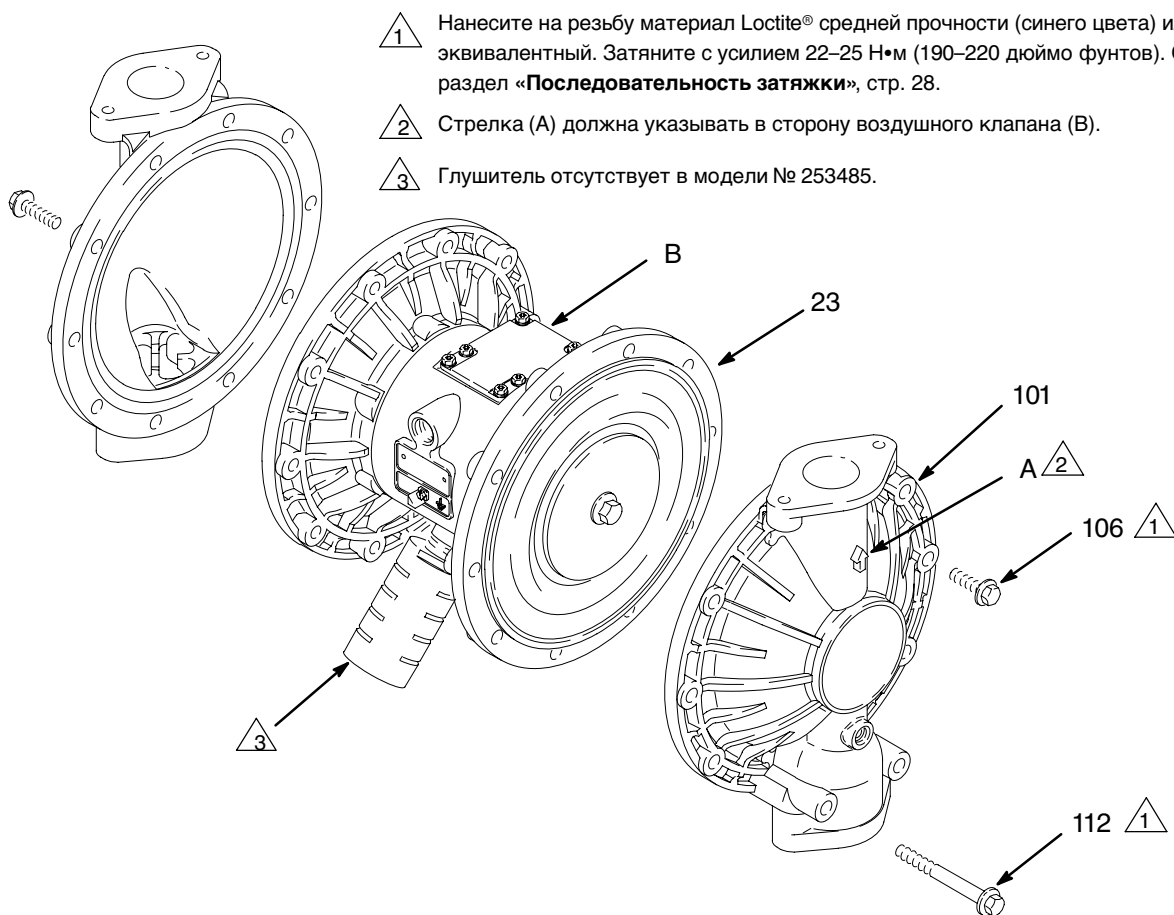

Рис. 11
3. С помощью торцевого ключа на 13 мм выкрутите винты (106 и 112), крепящие крышку секции жидкости (101) к крышкам воздушной секции (23). Снимите крышки (101) секции жидкости с насоса. См. рис. 11.
4. Ослабьте затяжку, но не выкручивайте полностью болты вала мембраны (107), используя для обоих болтов торцевой ключ на 15 мм (25,4 мм (1") для моделей из нержавеющей стали). **ПРИМЕЧАНИЕ.** Это действие не касается насосов с литыми мембранами.
3. Нанесите на вал (24) мембраны смазку (по всей длине и на оба конца вала). Вставьте вал в корпус (1).
5. Удерживая один болт вала (107) с помощью гаечного ключа, затяните другой болт с усилием 27–34 Н•м (20–25 футо-фунтов) при макс. 100 об/мин. **ПРИМЕЧАНИЕ.** Это действие не касается насосов с литыми мембранами.
6. Совместите крышки (101) секции жидкости и центральный корпус (1) таким образом, чтобы стрелки (А) на крышках указывали в том же направлении, что и воздушный клапан (В). Нанесите материал Loctite® средней прочности (синего цвета) или эквивалентный на резьбу винтов (106) и (112) и вручную затяните крышки винтами. Установите длинные винты (112) в нижних отверстиях крышек. См. рис. 11. Используя торцевой ключ на 13 мм, затяните винты равномерно на одинаковой высоте друг напротив друга с усилием 22–25 Н•м (190–220 дюймо фунтов). См. раздел «**Последовательность затяжки**», стр. 28.